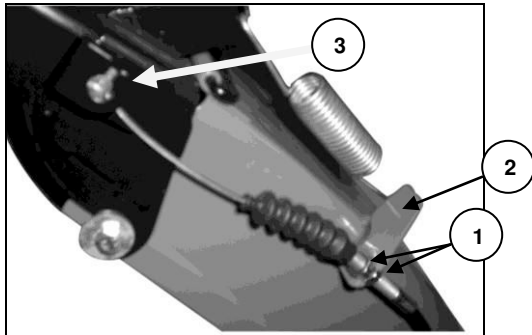

Рис. 9.
1. Выкрутить контргайку с резьбы втулки тросика перемещения желоба. (рис.9 п.1)
2. Установить втулку в планку крепления тросика (см. рис.9 п.2).
4. Установить V-образный конец тросика желоба в прорезь, расположенную на верхней части желоба. Плотнo закрутить контргайку к планке. (рис.9 п.3).